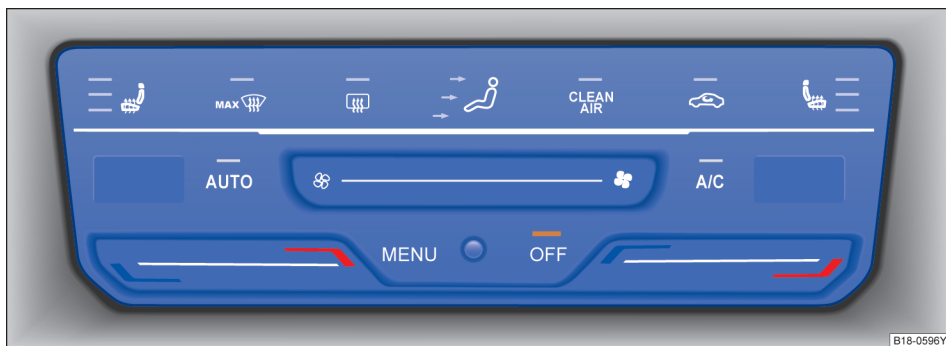

图 126 在中控台上部内：触控式自动空调的操作元件
- 触摸按钮 **OFF** → 图 126。
触摸按钮 **风向** → 图 126 调整气流分配：
触摸按钮 **MAX** → 图 126 可尽快将前窗玻璃除霜并除去水雾（除霜功能）：